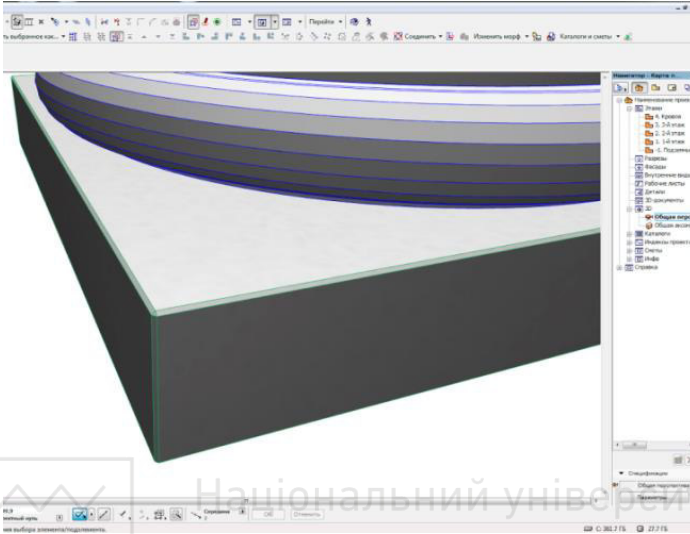

Рис. 31
14. Ось така фаска у нас вийшла (рис. 31):